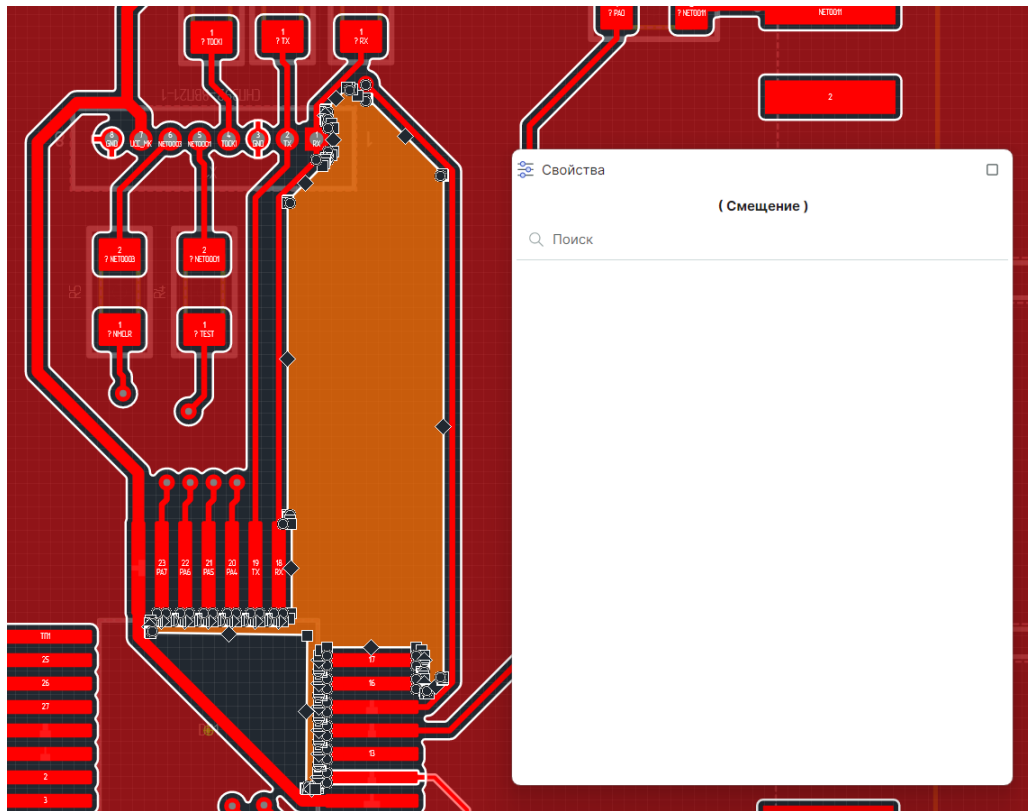

Рис. 464 Изменение геометрии островка металлизации
3. Измените геометрию островка, перемещая точки трансформации, см. Рис. 464.